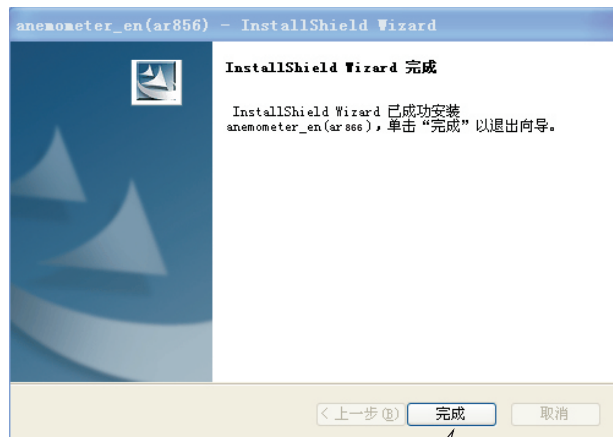

图4
- 点击“安装”，将程序安装到你的硬盘，最后显示界面如图4：